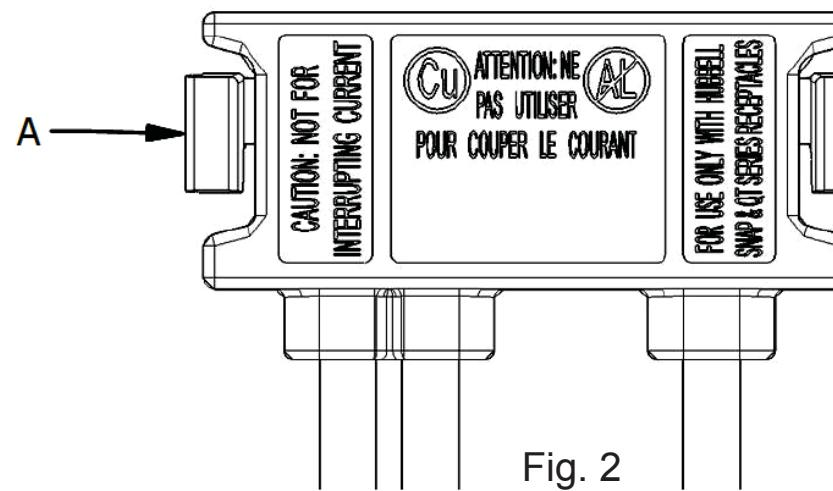

Fig. 2
3. To remove SNAPConnect™ connector, press tab (A) and (B) where indicated and unplug (Fig. 2).
3. Pour ôter le connecteur SNAPConnect™, presser les pattes (A) et (B) où indiqué et débrancher (Fig. 2).
3. Para retirar el conector SNAPConnect™, oprimir las palancas (A) y (B) donde se muestra y desenchufar (Fig. 2).